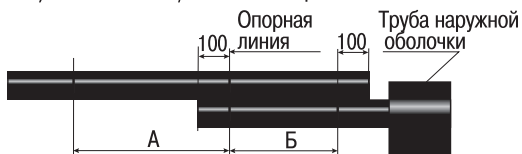

Рисунок 1.
- На п/э рукав (на рисунке не показан) надеть трубу наружной оболочки (см. рисунок 1).